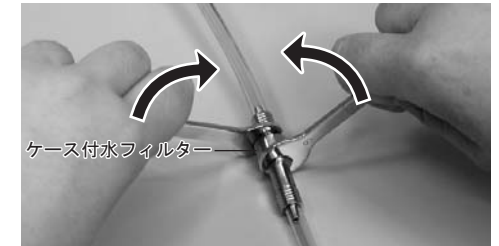

図25
- 1) 水道水の元栓を閉め、スパナ(5×8)2枚をケース付水フィルターに掛けて、図25矢印方向に回します。(注水ホースがねじれた場合は、ユニットの水道水用コネクタ側が自由に動きますので、ホースを回転させてねじれを改善してください)